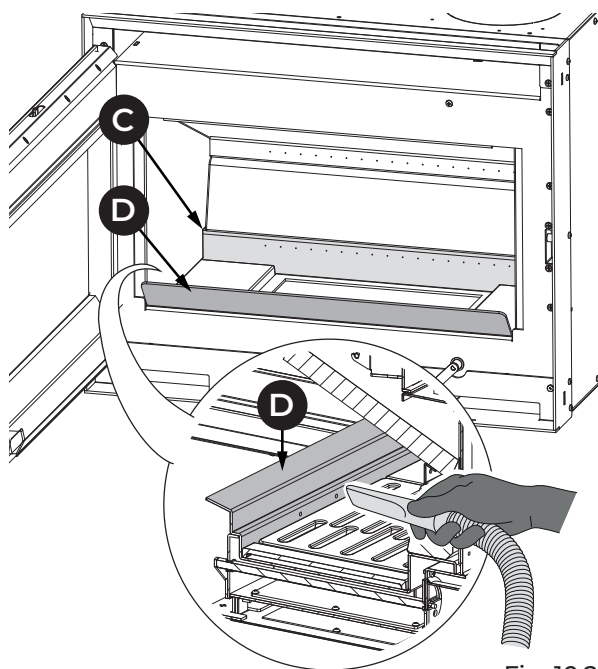

Fig. 10.2
2	Retirer le tiroir à cendres (B) de la base et aspirer les cendres déposées dans les compartiments situés en dessous (Fig. 10.2).
3	Aspirer les trous arrière (C) et avant (D - s'ils sont prévus) du distributeur d'air comburant afin d'éviter toute accumulation de cendre (Fig. 10.2).